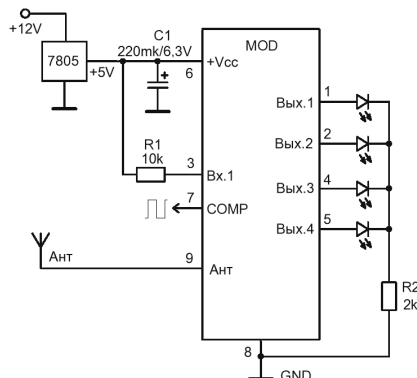

Рис. 15 Схема для программирования режима
1. Подключите приемник по схеме на Рис. 15. Для этого потребуется четыре светодиода и один резистор (1...3кОм), сопротивление которого определяет яркость свечения светодиодов и, одновременно, ограничивает нагрузку выходов модуля.